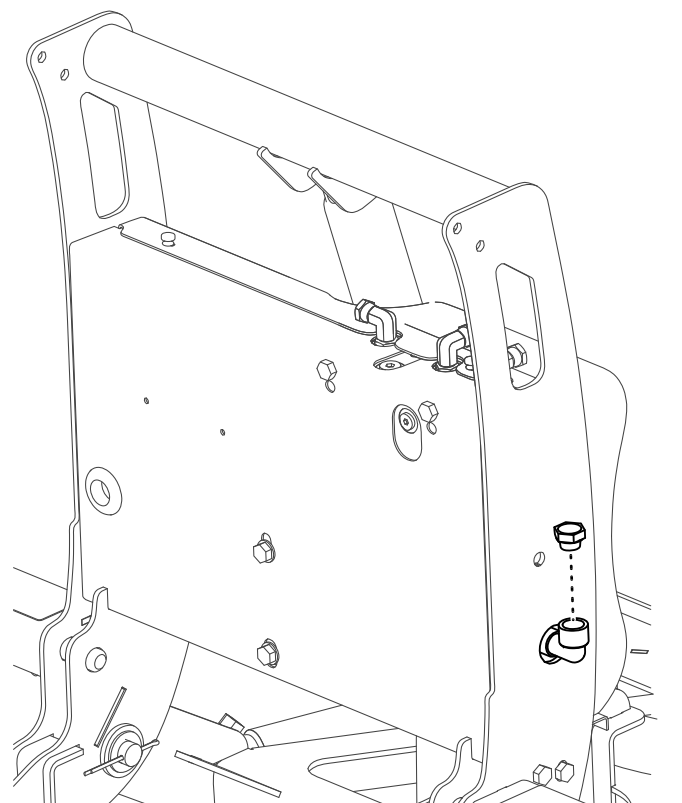

Figure 28
2. Nettoyez la surface autour du bouchon de remplissage (Figure 28).
3. Retirez le bouchon de remplissage du réservoir hydraulique (Figure 28).